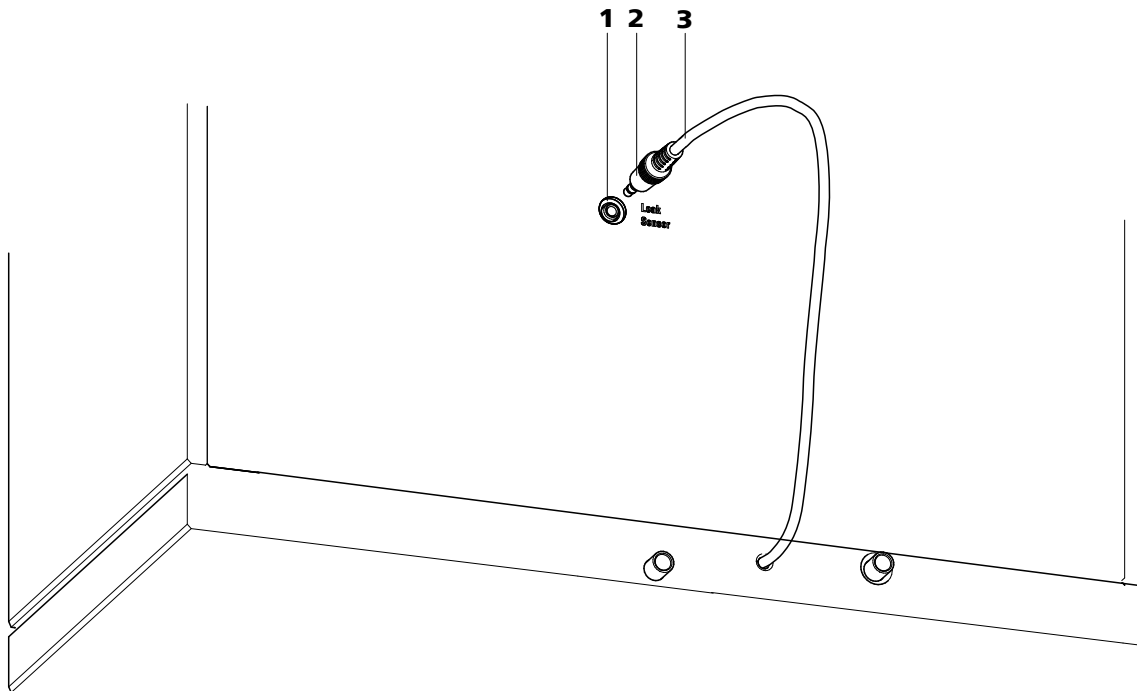

Figura 8 Conexión del detector de fugas en la parte posterior del aparato
- 1 Enchufe la clavija del detector de fugas (8-2) en la toma de conexión del detector de fugas (8-1) de la parte posterior del aparato (véase Figura 8, página 27).